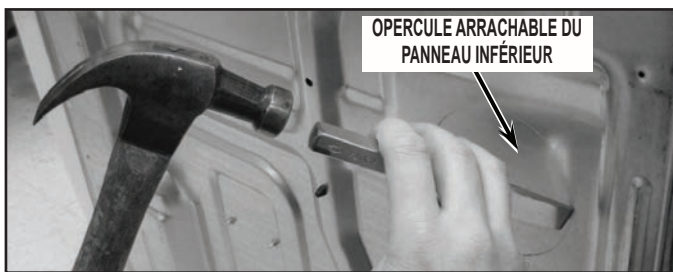

FIGURE 25
2. Placer sur le sol près de la sécheuse deux (2) cornières de protection de l'emballage de l'appareil (ou un autre matériau de protection adéquat); faire doucement basculer la sécheuse pour la placer en appui sur son côté gauche.
3. Utiliser une perceuse avec un foret de 1/8" ou bien un burin et un marteau pour arracher les six (6) pattes de retenue autour de l'opercule arrachable; voir la *Figure 25*.